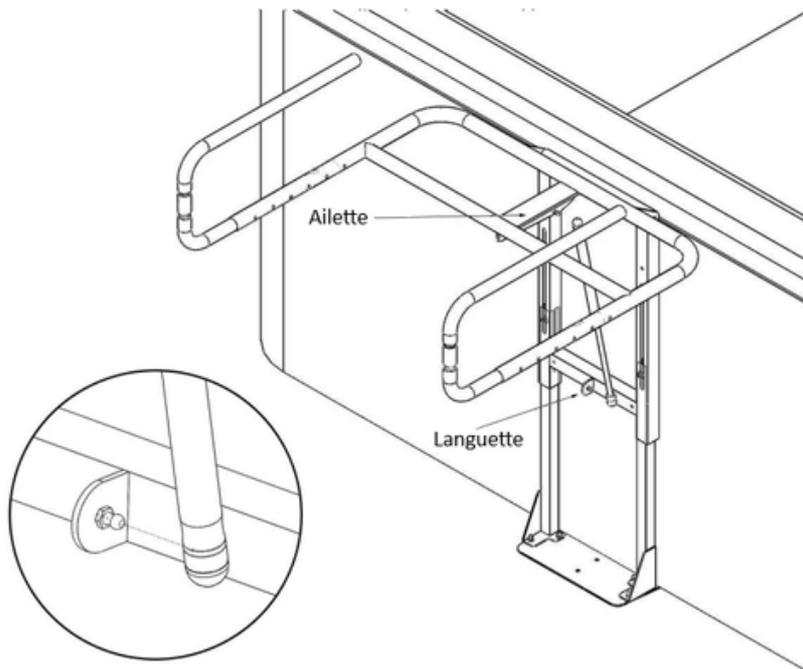

Figure 10
10. Fixez les goujons à billes cCL et les contre-écrous cCK sur la languette et l'aileron. Puis, clipsez le vérin à gaz ccDD sur les extrémités arrondies des goujons à billes. Voir figure 10.